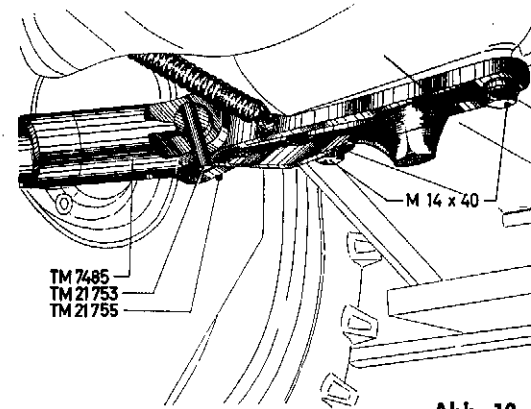
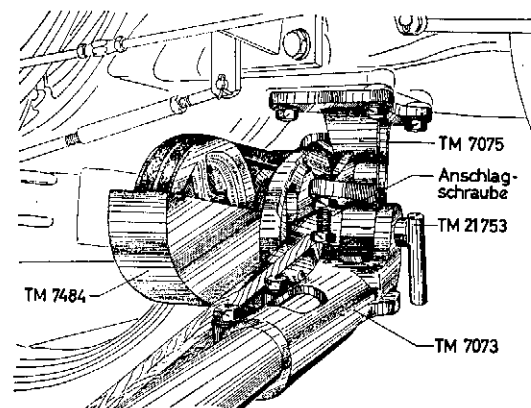

Abb. 10
Abb. 11
7. Die **kpl. montierte vordere Abstützung** wird am Lagerkopf TM 7073 durch den Lagerbolzen TM 21753 mit der vorderen Lagerplatte TM 7075 verbunden und durch den Klappsplint TM 21755 gesichert (Abb. 10).
8. Dann wird das **hintere Tragrohr** am Lagerkopf TM 7485 mit der hinteren Lagerplatte TM 7074 (neu 7942) durch Einstecken des Lagerbolzens TM 21753 von vorn nach hinten verbunden und durch den Klappsplint TM 21755 gesichert (Abb. 11). Hierbei ist es zweckmäßig, die beiden Befestigungsschrauben M 14×40 der hinteren Lagerplatte TM 7074 (neu 7942) etwas zu lösen, um die Flucht des Lagerbolzens korrigieren zu können.
Zweckmäßig werden Mähbalken-Voreilung und Messerhub gleichzeitig eingestellt, da beide Punkte in ihrer Einstellung voneinander abhängig sind. Zu diesem Zweck sind zuerst die Sechskantschrauben an dem Lagerkopf TM 7073 des vorderen Tragrohres (Abb. 10) und die Sechskantschrauben am Lagerkopf TM 7485 des hinteren Tragrohres (Abb. 11) zu lösen, so daß eine Längseinstellung der Tragrohre vorgenommen werden kann.